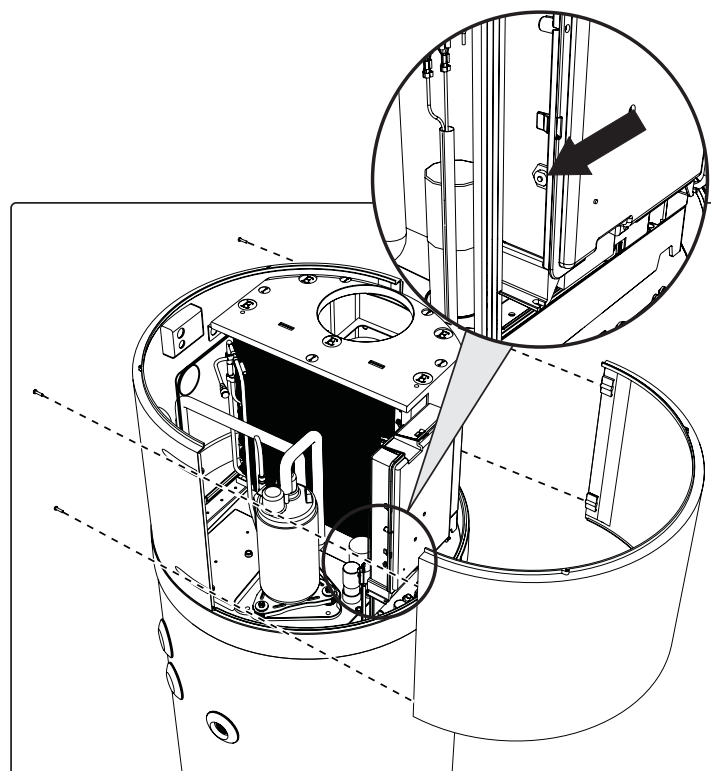

fig. 42 - Retrait du panneau avant
- Retirez le panneau avant et réinitialisez manuellement le thermostat de sécurité déclenché (fig. 42). En cas d'intervention, la broche centrale du thermostat dépasse d'environ 2 mm.